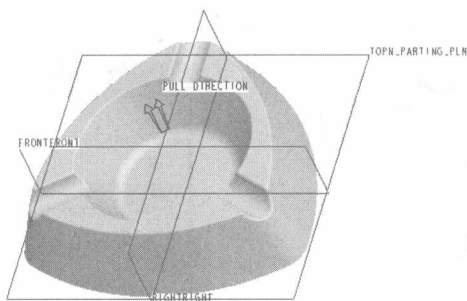

图1-10 参照模型装配结果
8. 选择菜单管理器中的【模具模型】/【装配】/【参照模型】命令，将【1-1】文件夹下的“1-1.prt”文件以【缺省】装配方式装配参照模型，如图 1-10 所示。